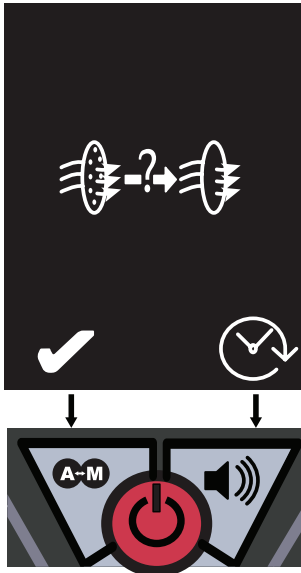

Fig. 15: Confirmación de cambio de filtro
- ⇨ *Se muestra la pantalla de confirmación de cambio de filtro (consulte la Fig. 15).*